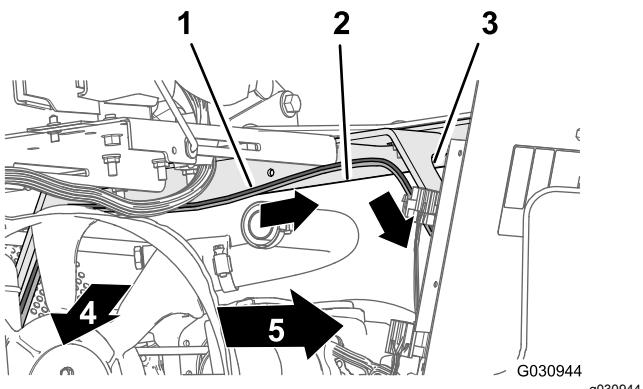

図 110
2. ワイヤハーネスの 165cm の枝線を、シートボックスのアングル部材を横断して下へ、エンジンシュラウドの左側サポートに沿って導く図 110。